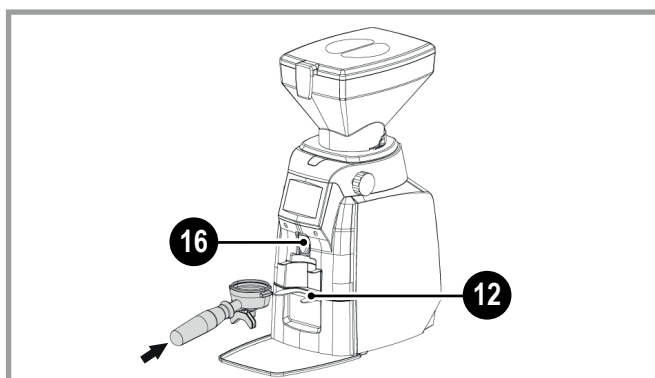

Abb. 6.5 - Entnahme von gemahlenem Kaffee
Für die Entnahme von gemahlenem Kaffee, siehe Abb. 6.5.
- Positionieren Sie den Filterhalter (Siebträger) der Kaffeemaschine auf der Aufnahmegabel (12 - Abb. 6.5).
- Das Mahl- und Dosierwerk läuft für die eingestellte Zeit an und aus der Leitung (16 - Abb. 6.5) kommt der gemahlene Kaffee.